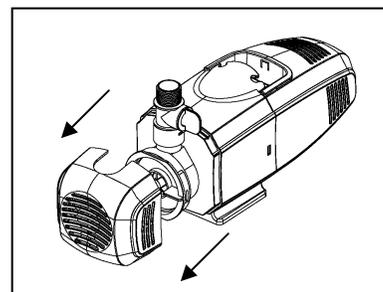

Fig. 8
3. Quite la cubierta delantera de la bomba. Fig. 8